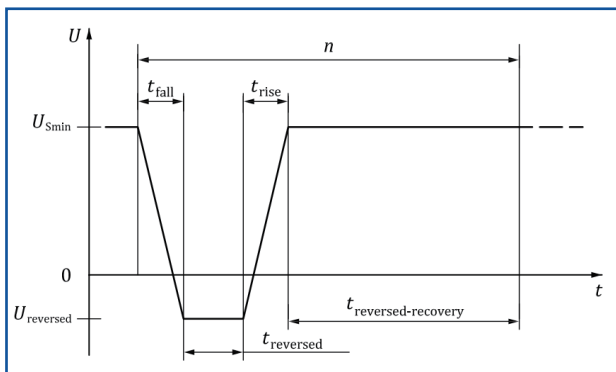

图16-反向电压测试用例1
- 本测试用例适用于被测件使用在12V标称电压系统的车辆中，其中交流发电机电路未熔断，整流二极管承受反向电压60秒。对被测件的所有相关输入(连接)同时施加-4v的测试电压，持续时间为(60±6)s(见图16和表15)。